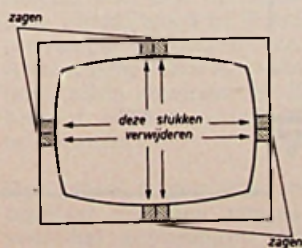

Fig. 4a
c) We plakken de vier delen weer aan elkaar met Ceta Bever metaalijm en laten het nu gevormde kleine masker drie dagen drogen (zie fig. 4a).